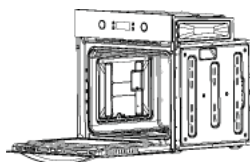

figure 3
- 2) Déployez les rails coulissants des deux côtés, puis installez-y la grille du grill, comme indiqué sur les figures 3 et 4.